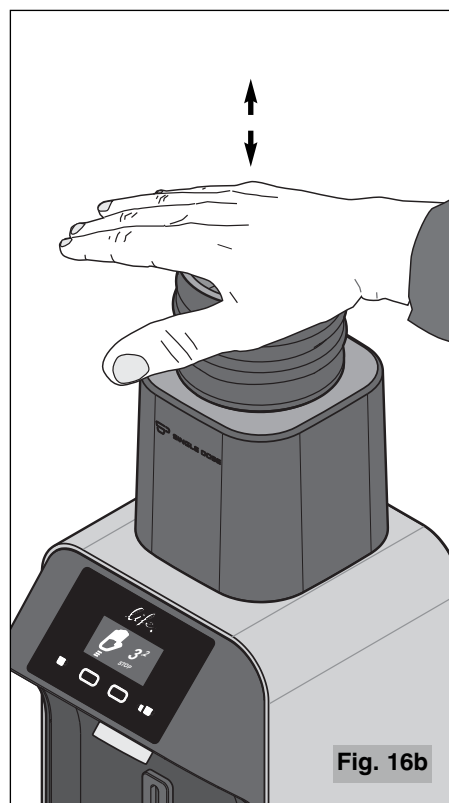

Fig. 16b
- 8 Après avoir complètement moulu les grains de café, frapper le soufflet (16 Fig. 3) avec la paume de la main en prenant soin de couvrir complètement son ouverture (voir Fig. 16b), afin de faire tomber tout le café moulu.